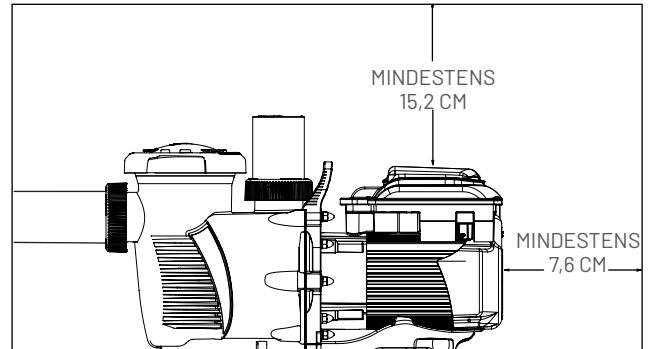

Abbildung 1: Pumpenrückseite und vertikales Spiel
6. Pumpe hinten mit einem Abstand von min. 7,6 cm installieren, so dass der Motor für Wartungs- und Reparaturzwecke leicht ausgebaut werden kann. Siehe Abbildung 1.